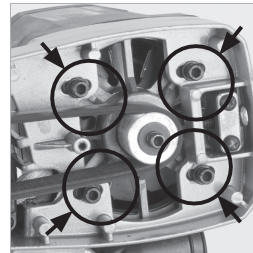

Abb. 47
- Lösen Sie die vier (4) Inbusschrauben, mit denen der Motor befestigt ist. (Abb. 47)